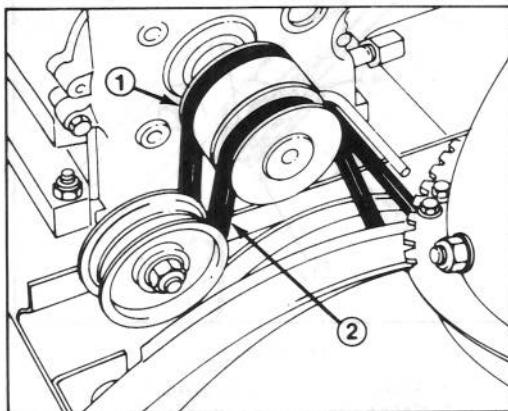

Abbildung 24
Ist der Antriebsriemen (Abb. 24) abgenutzt, verzogen, verölt oder anderweitig defekt, muß er erneuert werden.
4. Den neuen Keilriemen auf die große Räumwerk/Gebäle-Riemscheibe (Abb. 24) legen und so über die Motorriemscheibe ziehen, daß er innerhalb der Spannrolle und Riemenführung zu liegen kommt (Abb. 24).
5. Die Schneefräse wieder gerade stellen und den Fahrantreibsriemen von der Motorriemscheibe und von der großen Fahrantreibsriemscheibe abnehmen (Abb. 24).
6. Den neuen Keilriemen auf die große Fahrantreibsriemscheibe legen (Abb. 24). Dann so über die Motorriemscheibe ziehen, daß er innerhalb der Spannrolle und Riemenführung zu liegen kommt (Abb. 24).